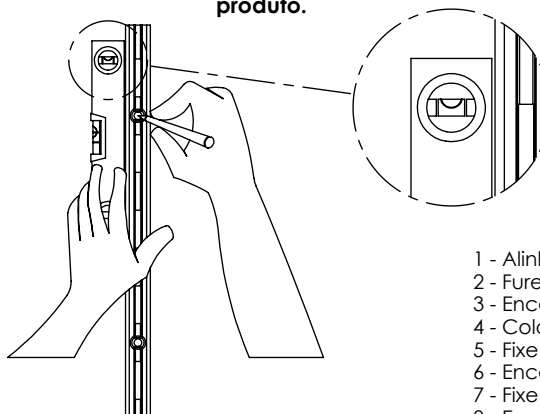

Fig. 2
- 1 - Alinhe e posicione os trilhos conforme medidas do desenho e marque a posição dos furos ( Fig. 2 ).